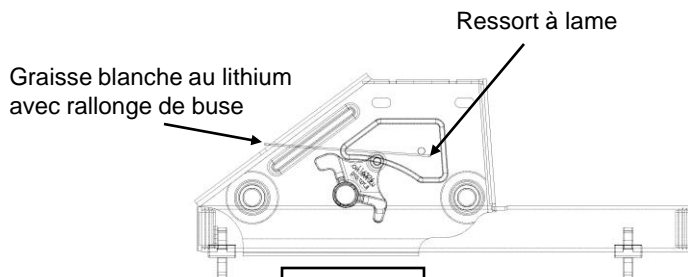

Figure 7
2. Avant d'installer la REESE™ Fifth Wheel Slider, le ressort à lame doit être graissé comme illustré à l'aide de graisse d'aluminium ou de lithium blanche ou l'équivalent (voir figure 7). Pour de meilleurs résultats, utiliser de la graisse au lithium blanche en aérosol avec rallonge de buse. S'assurer que tout le dessous du ressort est lubrifié! Répéter cette application tous les mois durant l'utilisation.